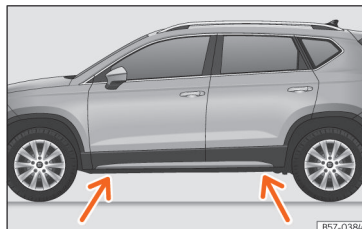

Fig. 228 Puncte de amplasare a cricului.
- Căutați pe bara transversală marcajul punctului de susținere a cricului (zona adâncită) cel mai apropiat de roata care trebuie schimbată » » » **fig. 228**.